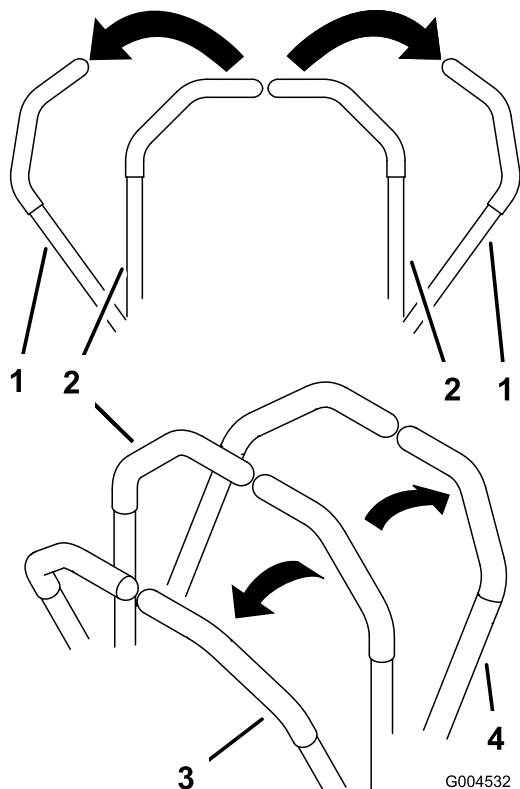

Figura 15
3. Per fare marcia avanti spingete lentamente in avanti le leve di controllo del movimento (Figura 15).
Per spostarvi in linea retta, applicate una pressione identica su entrambe le leve di controllo del movimento (Figura 15).
Per girare, spostate la leva di controllo del movimento verso il folle, nella direzione in cui volete voltare (Figura 15).
2. Per fare marcia indietro tirate lentamente indietro le leve di controllo del movimento (Figura 15).
Per girare, rilasciate la pressione sulla leva di controllo del movimento verso la direzione in cui volete voltare (Figura 15).